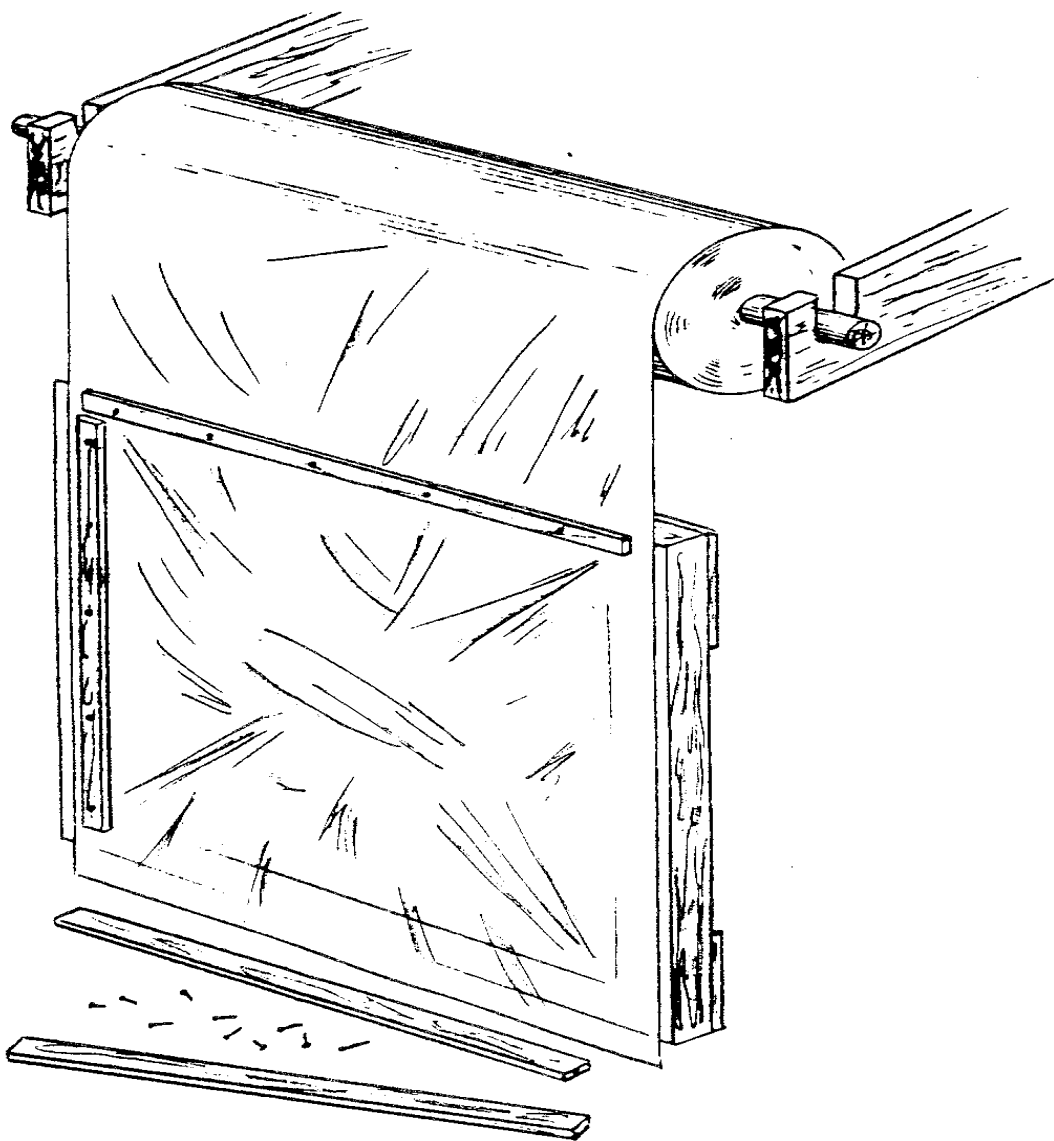

Fig. 1
**fig1p5.gif (600x600)**
Vease Fig. 1 para aclarar los pasos anteriores. Si el MILAR viene en rollo conviene hacerlo colgas enfrente del marco.